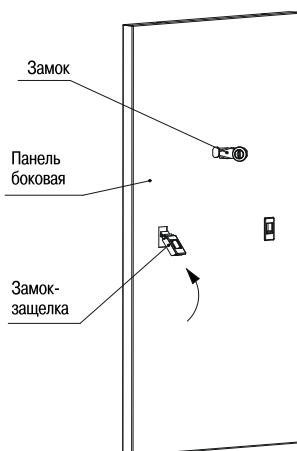

Рисунок 10
3.3.1 Извлеките из третьего места панели боковые. Вставьте в прямоугольные отверстия панелей замки-защелки. Вставьте в отверстие панелей замки, предварительно скрутив гайки. Проверьте правильность установки замков. При правильной установке язычки замков переводятся в положение «закрыто» сверху вниз. Закрепите замки на панелях гайками (рисунок 10).